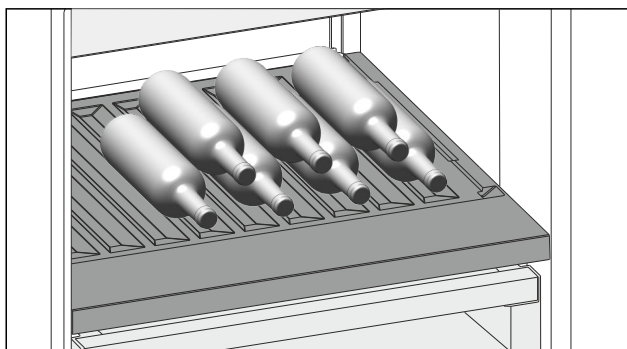

Fig. 187 Shembull ilustrues
- Shtrini shishet me fundin të drejtuar në faqen e pasme të frigoriferit. (shihni Fig. 187)